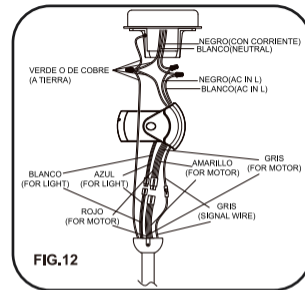

FIG. 12
Paso 1. Conexiones eléctricas de los cables de suministro del receptor a la casa: conecte el cable BLANCO (neutro) de la caja de distribución al cable BLANCO marcado 'AC in N' del receptor. Conecte el cable NEGRO (corriente) de la caja de distribución al cable NEGRO marcado 'AC in L' del receptor. Fije todas las conexiones con las tuercas de plástico incluidas. (Fig. 12)
Paso 2. Si su caja de distribución tiene un cable a TIERRA (verde o cobre pelado) conecte este cable a los cables de Tierra de la esfera de suspensión y el soporte de suspensión. Si su caja de distribución no tiene un cable a tierra, una los cables de la esfera de suspensión y del soporte de suspensión de tierra. Alambre de conexión segura con el conector de cable de plástico suministrada. (Fig.12)